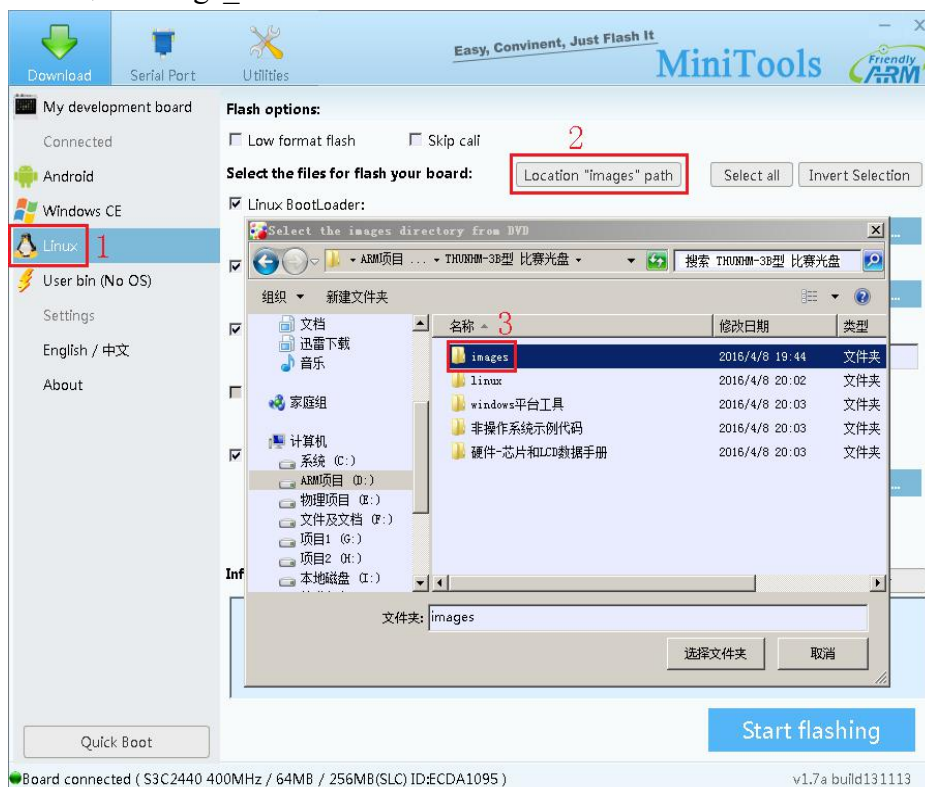

图 9 选择加载系统文件
- ③ 单击图9所示序号“1”的『Linux』、出现界面后，单击序号“2”的『Location “images” path』、加载烧录文件，序号“3”为选中系统文件所在目录，如“比赛光盘\ARM部分\image_linux”。